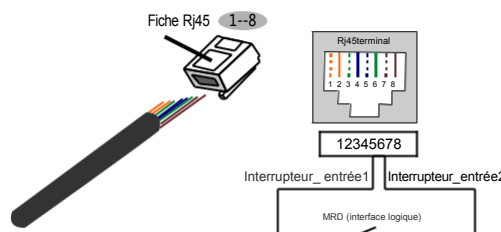

Figure 4.28 Dénuder la couche d'isolation et la connecter à la fiche RJ45
2. Utiliser le dénudeur de fil de réseau pour dénuder la couche d'isolation du câble de communication. Selon la séquence de ligne standard de la figure 4.28, connectez le fil à la prise RJ45, puis utilisez un outil de sertissage de câble réseau pour le serrer.